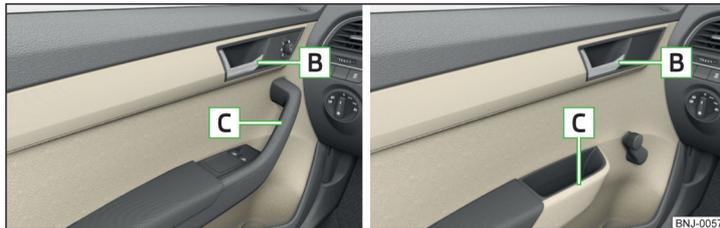

Fig. 34 Palanca de apertura de puerta - Variante 1 / Variante 2
- Para **abrir desde adentro** tirar en la palanca de apertura de la puerta **B** » fig. 34 y presionar la puerta hacia afuera.